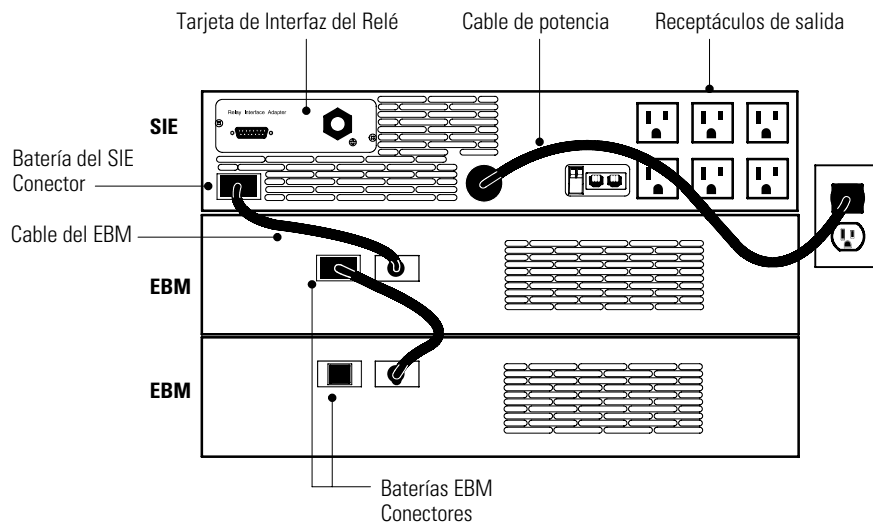

Figura 10. Instalación normal del SIE (se muestra el modelo de 120 V)
La Figura 10 muestra únicamente una instalación normal. Consulte “Paneles posteriores del SIE” en la página 59 para ver el panel posterior de cada modelo.
2. Conecte el cable del EBM en el conector de la batería en el panel posterior del SIE (consulte la Figura 10).